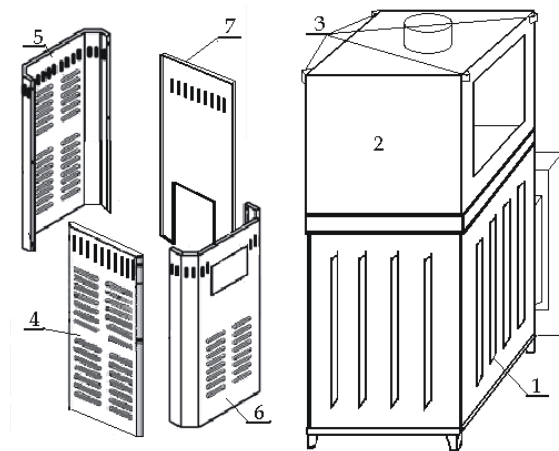
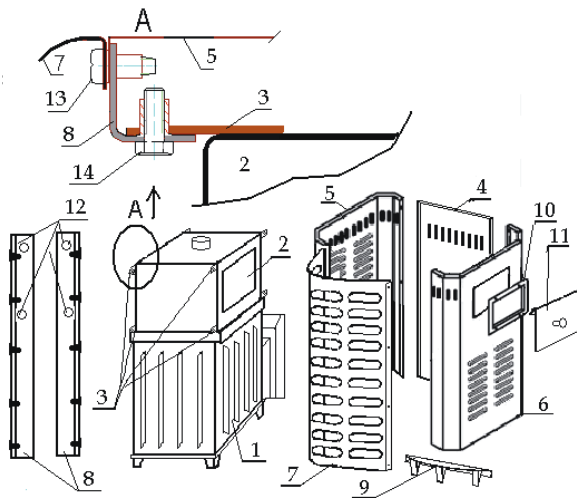

Рис.2. Сборка облицовки печи Сударушка М
Рис. 3. Сборка облицовки печи «Сударушка МК»
- установить детали (2,3 и 4) на основание (1) предварительно промазав все стыкующиеся поверхности жаростойким герметиком;
- установить колосниковую решетку (5) на приливы стенок (2,4);
- придерживая стенки (2,4), установить крышку топки (6) более глубокой частью вверх;
- на крышку топки (6) установить емкость для камней (7);
- в раструб тоннеля (8) уложить уплотнительный шнур (9) и закрепить тоннель на передней стенке (4) болтами (10).
5.2. Облицовка Сударушки М собирается из щитков (4,5, 6,7), с помощью винтов и гаек (см. рис.2):
- щиток с вырезом (7) установить так, чтобы он совпал с окном емкости для камней (2);
- верхний отгиб щитков должен лечь на кронштейны (3) емкости для камней (2).
5.3. Сборка облицовки Сударушки МК, (см. рис.3):